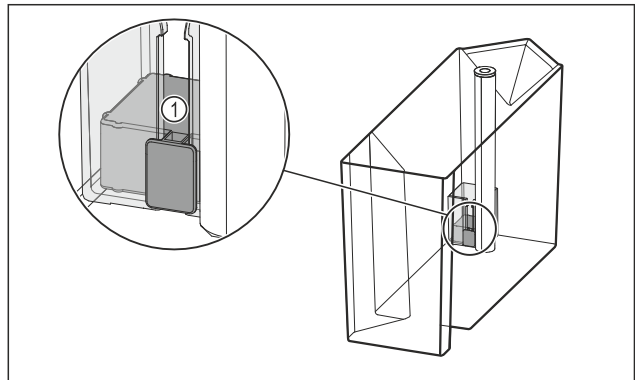

Fig. 100
- ▶ Перевірити, чи не заклинило поплавця Fig. 100 (1).